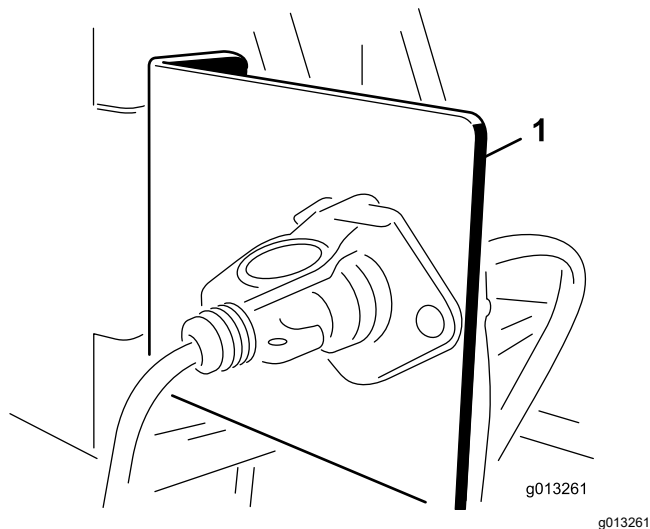

Figura 10
1. Montai suportul mufei de alimentare într-un punct fix din spatele vehiculului tractor, folosind unul dintre suporturile de montare furnizate (Figura 10).